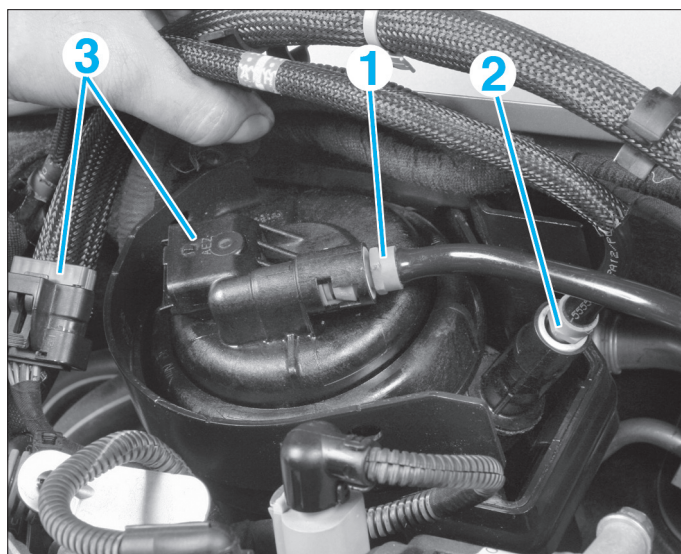

FIG. 22
- Débrancher les canalisations (1) et (2) de carburant (fig. 22).
- Débrancher le connecteur (3) du réchauffeur de carburant.